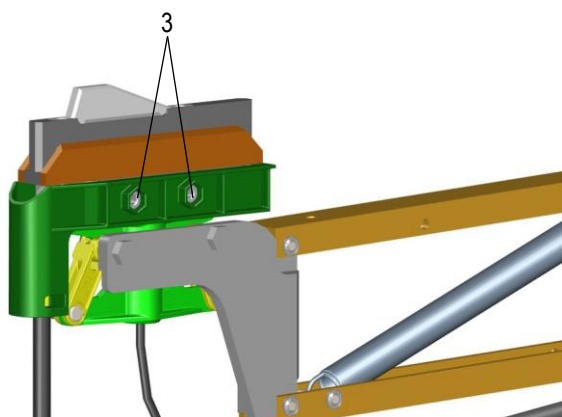

Fig. 63 : Desserrage des vis
→ Serrer les 2 vis à six pans creux (3) (voir Fig. 63).